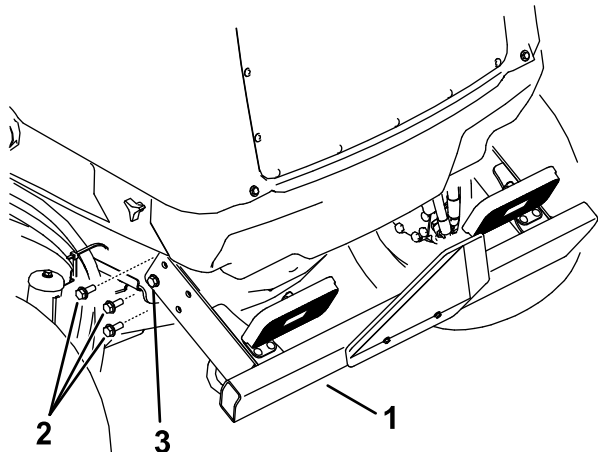

Figure 112
2. Retirez les 3 vis à embase de chaque côté du pare-chocs arrière, comme montré à la Figure 112.
6. Levez le pare-chocs arrière en position et insérez les vis à embase. Serrez toutes les vis à embase qui fixent le pare-chocs arrière au cadre (Figure 112).